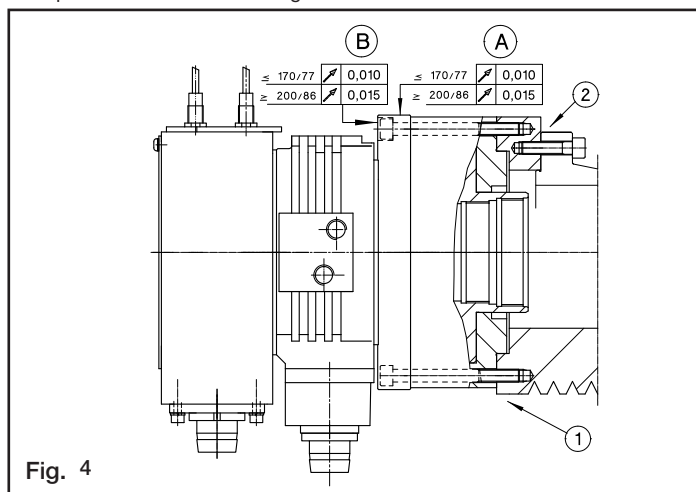

Fig. 4
- 1.5 **MONTAGGIO CON VITI POSTERIORI.** I cilindri VNK vengono fissati alla flangia tramite una serie di viti posteriori (vedi fig. 4). Questo permette in molti casi di fissare il cilindro direttamente sulla puleggia, avvicinandolo molto al cuscinetto posteriore dell'albero.
- 2.1 Per montare il cilindro sull'albero della macchina, a seconda di come è costruita la parte terminale dell'albero stesso, sono possibili differenti soluzioni con o senza flangia di adattamento (vedi fig.4).